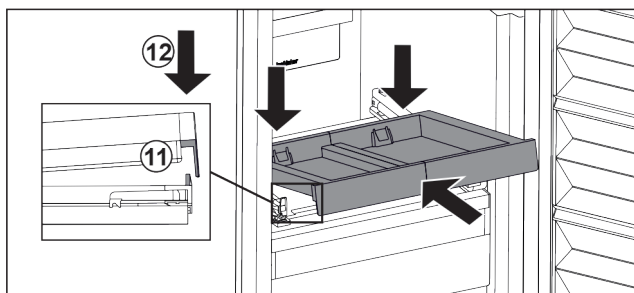

Fig. 100
- L'insérer en l'inclinant. Veiller à ce que, des deux côtés, la butée soit derrière la languette. *Fig. 100 (11)*
- Déposer le compartiment coulissant par l'avant. *Fig. 100 (12)*